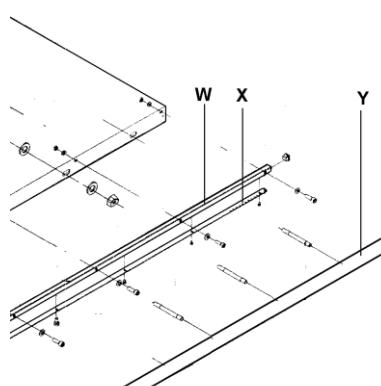

Рис. 4
Установите зубчатую рейку (Х, Рис. 4) таким образом, чтобы малое настроочное зубчатое колесо (Y) точно соприкоснулось своими зубьями с ней.